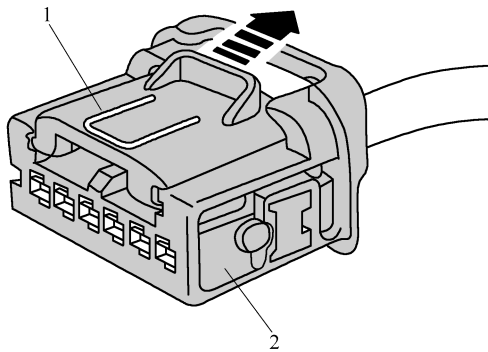

图 6-2-18 压固定销直到插接器卡入为止并拔出插接器
3) 沿图 6-2-18 中箭头方向压固定销 1，直到插接器卡入为止，拔出插接器 2。